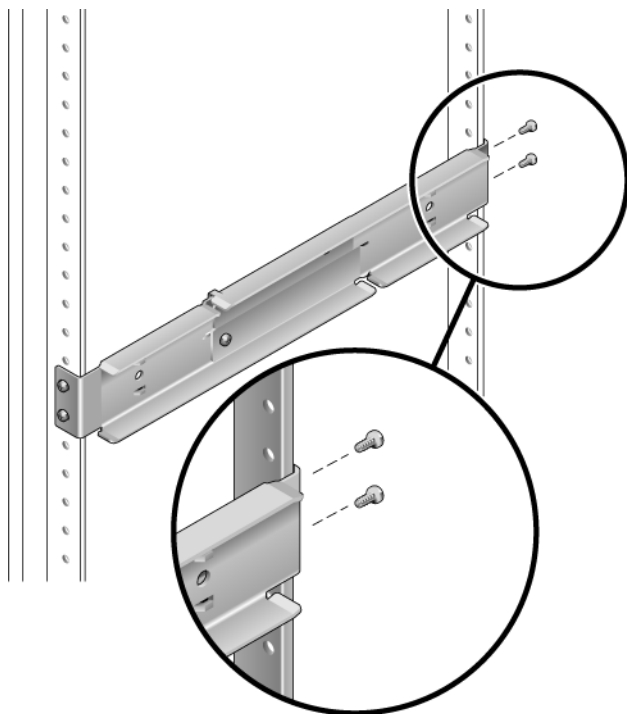

图 3-17 将可调滑轨的后部固定到机架上
4. 在机架的后部，使用两颗螺丝将可调滑轨的后部固定到机架上（图 3-17）。所用螺丝的尺寸将因特定机架而异。